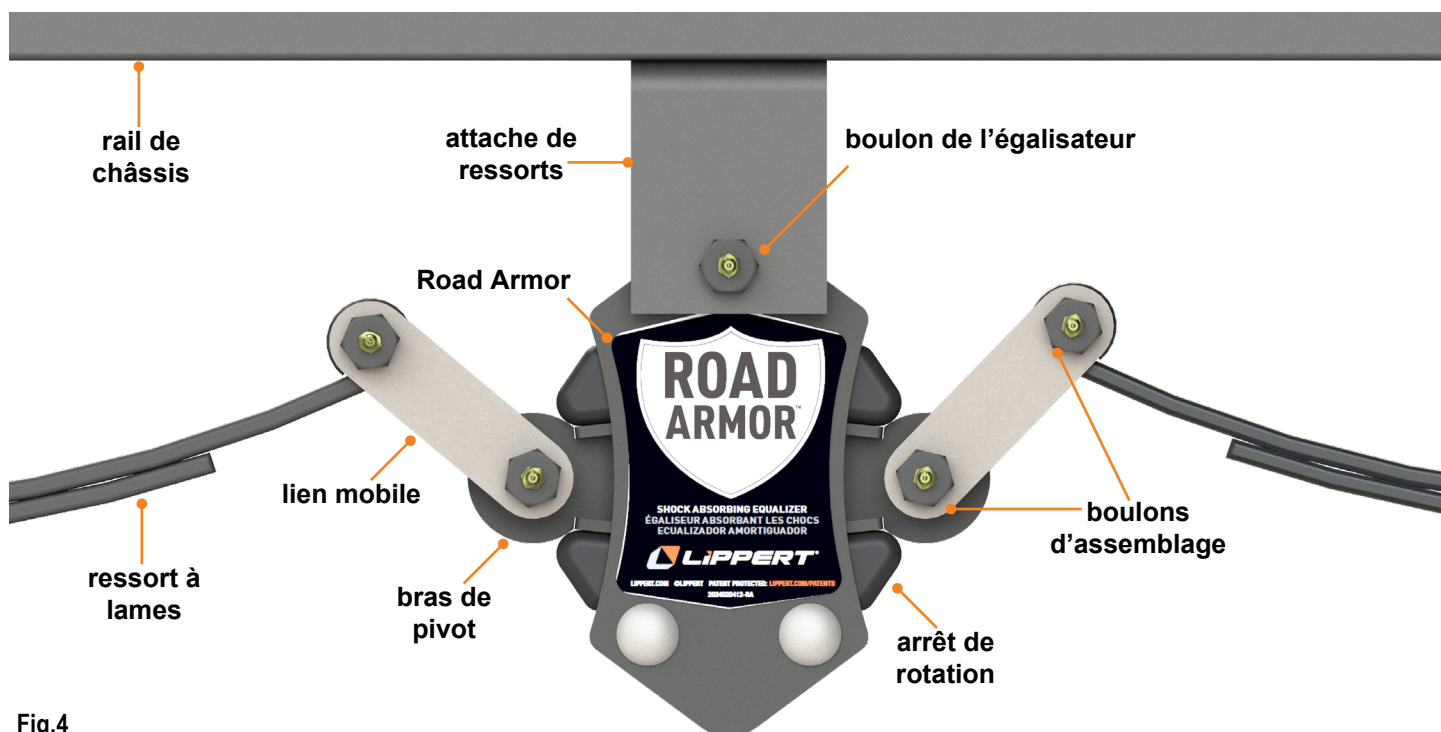

Fig.4
NOTE: Supporter le châssis selon les recommandations du fabricant. Consulter la Fig.4 pour les étapes suivantes.
2. Insérer le boulon de l'égalisateur (Fig.4) dans le premier support de l'attache de ressorts, puis dans la bague de raccordement bronze supérieure de l'égalisateur Road Armor et, finalement, dans le deuxième support de l'attache de ressorts.
6. Fixer les nouveaux liens mobiles (Fig.4) aux bagues de raccordement et aux ressorts à lames du bras pivotant du Road Armor à l'aide des boulons d'assemblage et des écrous.